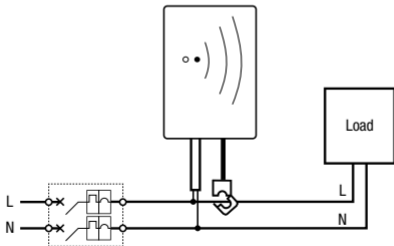

fig. 1
2. Fissare **RIALTO SMART METER** alla parete/supporto ed eseguire i collegamenti come da schema (fig. 1)